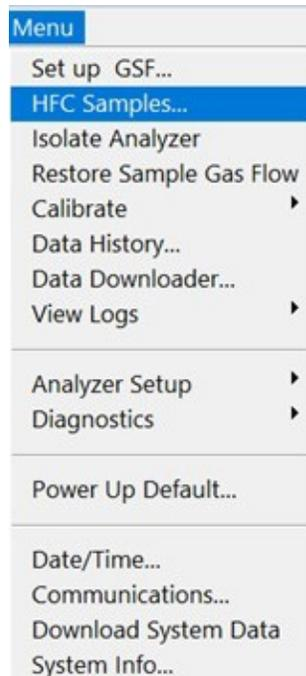
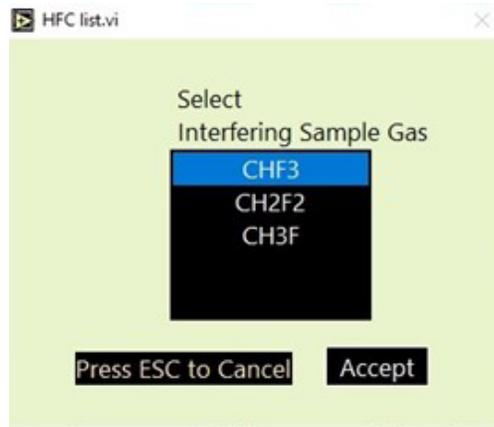

图 40: HFC 样品菜单选择
图 41: 干扰样气选择
**HFC 样品**菜单选择如下文图 40 中所示。利用此菜单选择可访问图 41 中所示的“干扰样气”选择对话框。